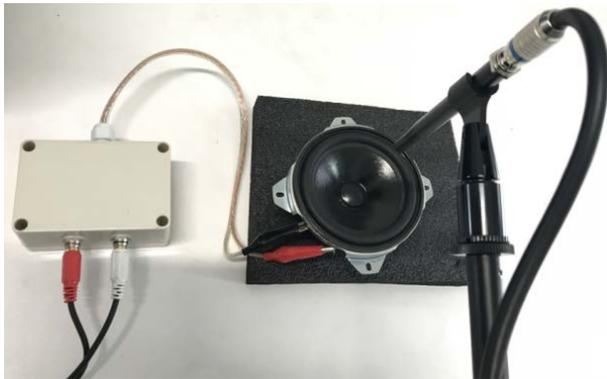

图 6-8
3) 按图 6-8 阻抗盒喇叭线接喇叭-回到图 6-7 选择 F1 0.2V-喇叭响起, 出现信号线-选择 F1 OK